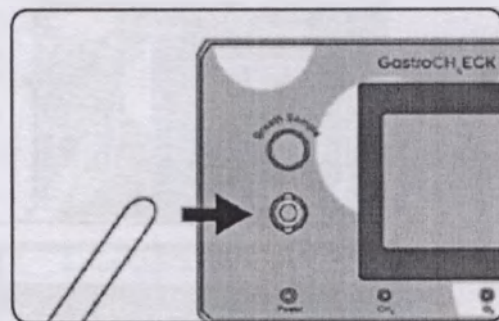

Рис. 3
3. Подключите трубку отбора проб к разъему для подключения трубки отбора проб, после чего подсоедините фильтры для удаления влаги к разъему трубки (Рис. 3).